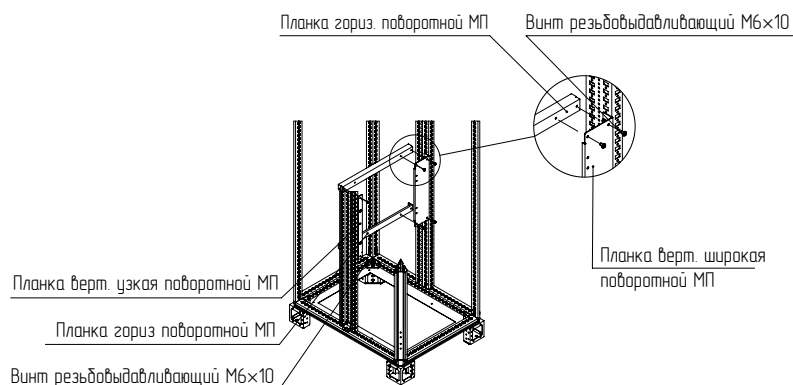

Рисунок 119
4.38.5 Приложить планку горизонтальную поворотной МП к верхним отверстиям планок вертикальных широкой и узкой, закрепить винтами М6×10 (рисунок 119). Момент затяжки – 7 Н·м